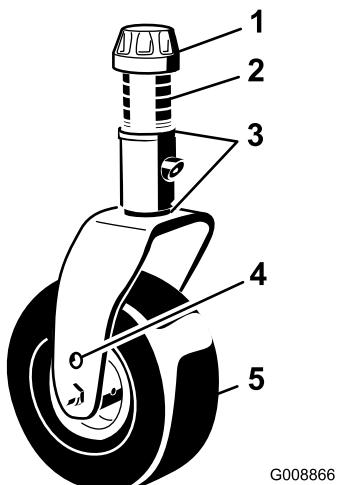

Figura 18
3. Togliete il cappuccio di tensione dall'asse del perno (Figura 18) ed estraete il perno dal braccio della ruota orientabile. Montate i due spessori (3 mm) sull'asse dei perni, come erano montati in origine. Questi spessori servono per ottenere un livellamento sull'intera larghezza degli apparati di taglio. Mettete il numero opportuno di distanziali da 13 mm (vedi seguente tabella) sull'asse del perno, fino ad ottenere l'altezza di taglio richiesta, quindi montate la rondella sul perno.